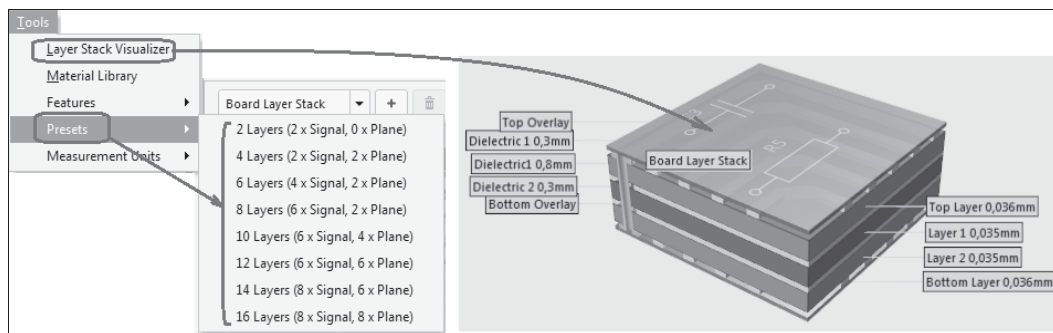

Рис. 3.23. Выбор и отображение predetermined структуры слоев платы: predetermined структуры слоев (*слева*); трехмерное отображение структуры (*справа*)
Главное меню программы, как и в случае активизации любых документов проекта, при активном Менеджере слоев модифицируется по контексту. В частности, по команде **Tools** открывается меню подкоманд (рис. 3.23):
□ **Layer Stack Visualizer** — визуализация структуры слоев (рис. 3.23, *справа*);
- ❑ **Presets** — предварительное назначение структуры (рис. 3.23, слева);